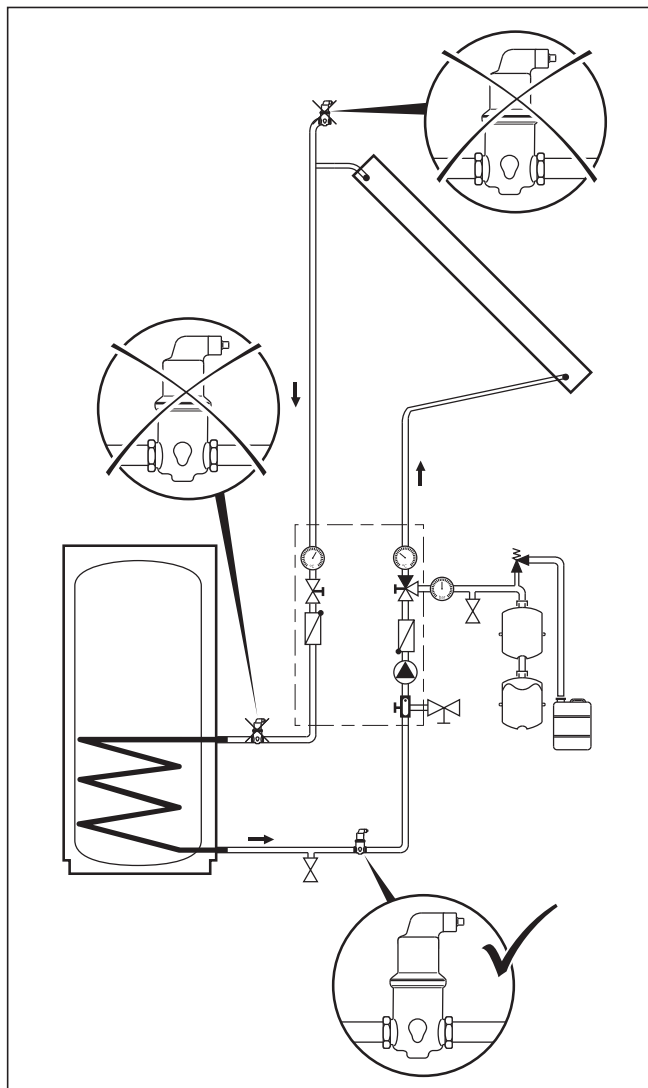

Fig. 6.3 Séparateur d'air automatique
- Purge via un séparateur d'air (→ Fig. 6.3)